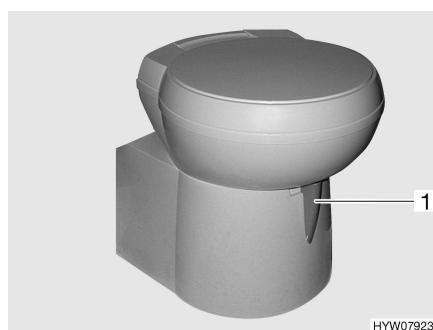

Fig. 110 Tazza del WC Thetford (orientabile)
- Prima di tirare l'acqua, aprire il cursore della toilette Thetford. A tal fine girare la leva del cursore (Fig. 110,1) in senso antiorario.
- Ruotare la leva del cursore (Fig. 110,1) in senso orario. Il cursore viene chiuso. Per svuotare il cursore **dove** essere chiuso nella toilette Thetford.